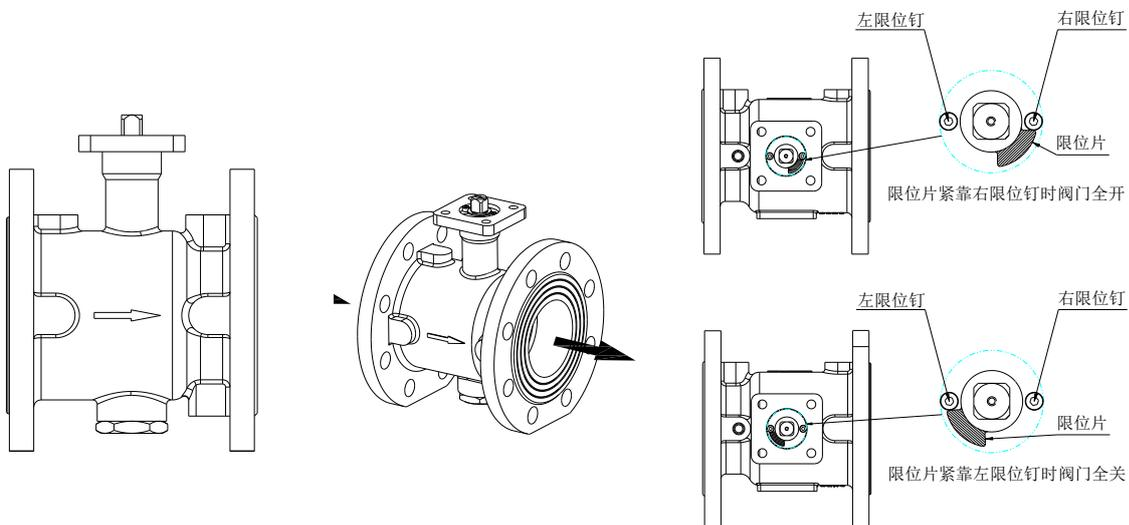

图 3
3. 如图 3 所示，安装时必须注意介质流向，按照阀体上的箭头指示。